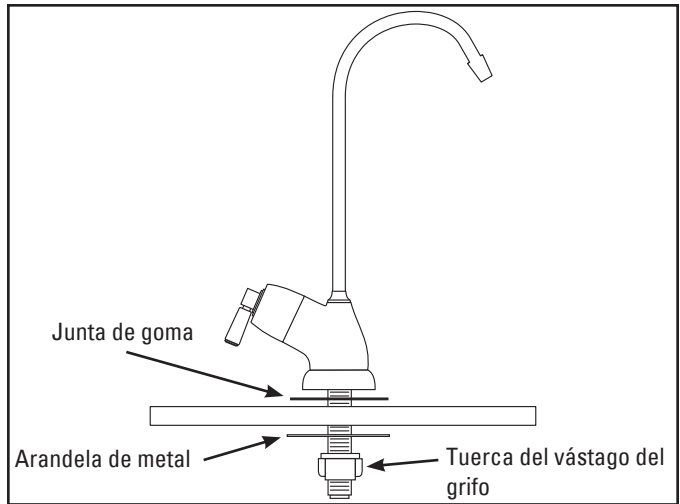

Figura 13
- Coloque la junta de goma negra en el vástago del grifo (Figura 13).